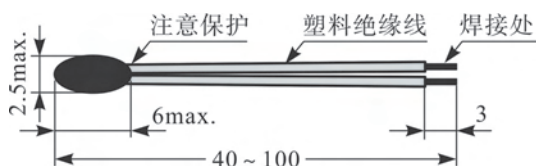

图 4.12 保护引线根部（单位：mm）
(3) 继电器可选择线圈电压为5 V、一组触点的微型直流电磁继电器，如果选择的继电器封装引脚不能插入面包板，需要焊接相应转接线，可使用不同颜色导线区别线圈与触点引脚。
(4) 热敏电阻要选择引线长一些的，实验时要贴在实验杯上，因而要焊接一定长度的转接线，焊接操作时要注意保护引线根部（图4.12），焊接要用热缩套管保护。